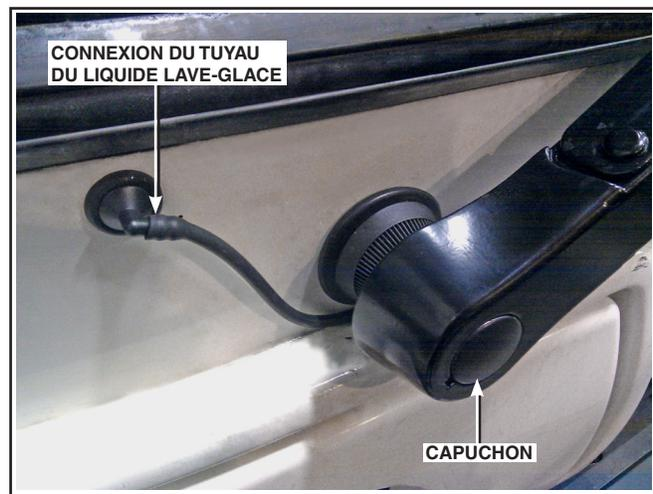

Figure 3 - Connexion du tuyau de liquide lave-glace
1. Déconnecter le tuyau de lave-glace sur la coquille avant. Voir Figure 3.
2. Retirer le capuchon du pivot. Voir Figure 3.
11. Connecter le tuyau de lave-glace sur la coquille avant. Voir Figure 3.